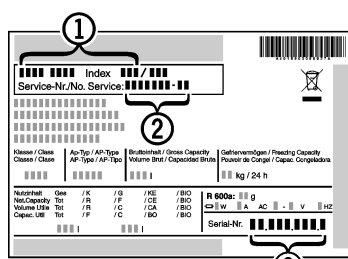

Fig. 9
- ▶ Skåpbeteckning *Fig. 9 (1)*, service-nr. *Fig. 9 (2)* och serie-nr. *Fig. 9 (3)* finns på typskylten. Denna sitter på vänster sida inne i skåpet.
- ▶ Kontakta Electrolux Service och meddela felet, skåpbeteckning *Fig. 9 (1)*, service-nr. *Fig. 9 (2)* och serie-nr. *Fig. 9 (3)*.